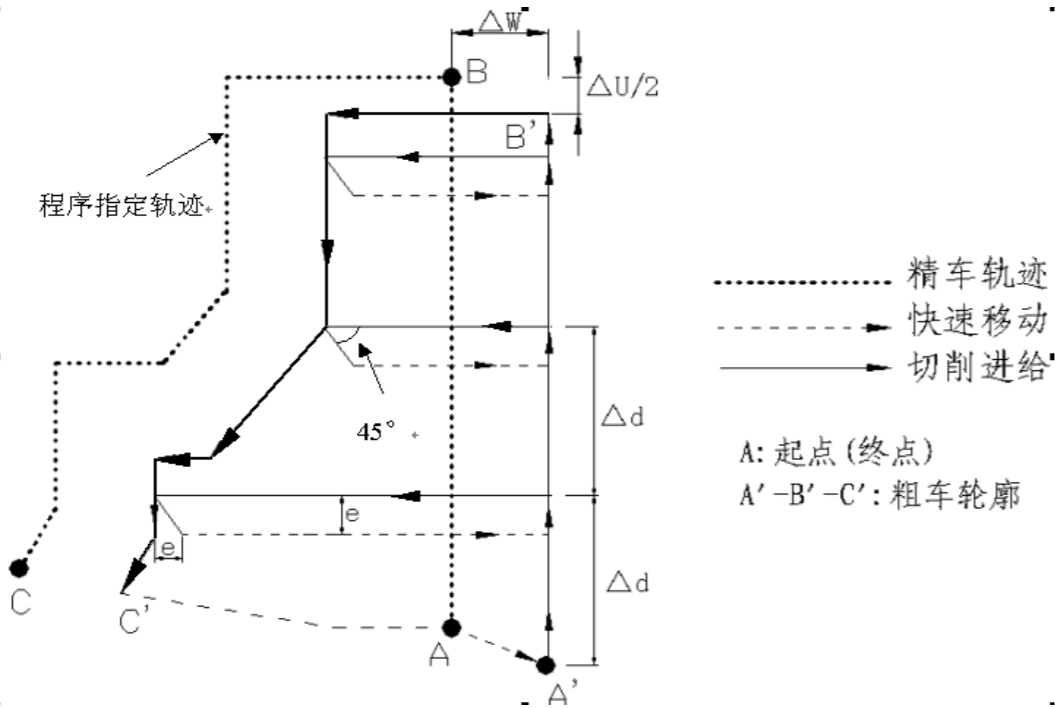

图 3-25 G71 代码循环轨迹
- 1) 代码执行过程：图 3-25。
- ① 从起点 A 点快速移动到 A’ 点，X 轴移动 Δu、Z 轴移动 Δw；
- ② 从 A' 点 X 轴移动 Δd (进刀), ns 程序段是 G0 时按快速移动速度进刀, ns 程序段是 G1 时按 G71 的切削进给速度 F 进刀, 进刀方向与 A 点→B 点的方向一致;
- ③ Z 轴切削进给到粗车轮廓, 进给方向与 B 点→C 点 Z 轴坐标变化一致;
- ④ X 轴、Z 轴按切削进给速度退刀 e(45° 直线), 退刀方向与各轴进刀方向相反;
- ⑤ Z 轴以快速移动速度退回到与 A' 点 Z 轴绝对坐标相同的位置;
- ⑥ 如果 X 轴再次进刀 ($\Delta d+e$) 后, 移动的终点仍在 A' 点→B' 点的联机中间 (未达到或超出 B' 点), X 轴再次进刀 ($\Delta d+e$), 然后执行③; 如果 X 轴再次进刀 ($\Delta d+e$) 后, 移动的终点到达 B' 点或超出了 A' 点→B' 点的联机, X 轴进刀至 B' 点, 然后执行⑦;
- ⑦ 沿粗车轮廓从 B' 点切削进给至 C' 点;
- ⑧ 从 C' 点快速移动到 A 点, G71 循环执行结束, 程序跳转到 nf 程序段的下一个程序段执行。